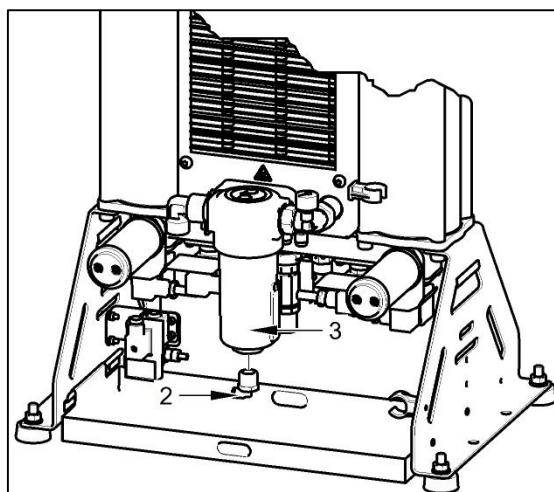

Fig. 26: Évacuation de la pression du refroidisseur et du séparateur de condensat
- Débranchez le tuyau (2) de la partie inférieure du séparateur de condensat (3) (Fig. 26).